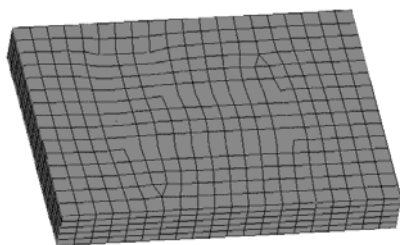

图 5-31 创建基座三维网格
- (1) 从主菜单选择 Mesh > Create > 3D Elements > Element Offset 命令，进入 elem offset 面板。
- (2) 选择 solid layers 子面板。
- (3) 激活 elems 选择器，选择基座上的二维单元。
- (4) 在 number of layers=栏中输入 5。此栏表示拉伸网格的层数。
- (5) 在 total thickness=栏中输入 25。此栏表示拉伸网格的厚度。
- (6) 单击 offset+。
- “+”表示沿二维单元的法向进行拉伸，“-”表示沿二维单元法向反方向进行拉伸，通过 tool 页面下的 normals 面板可以检查单元的法向，拉伸获得网格如图 5-31 所示。